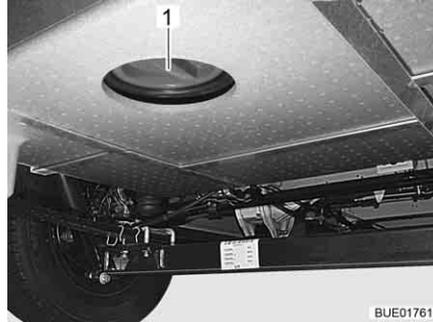

Bild 256 Reinigungöffnung Abwassertank
- Reinigungsöffnung (Bild 256,1) am Abwassertank und Ablasshahn öffnen.